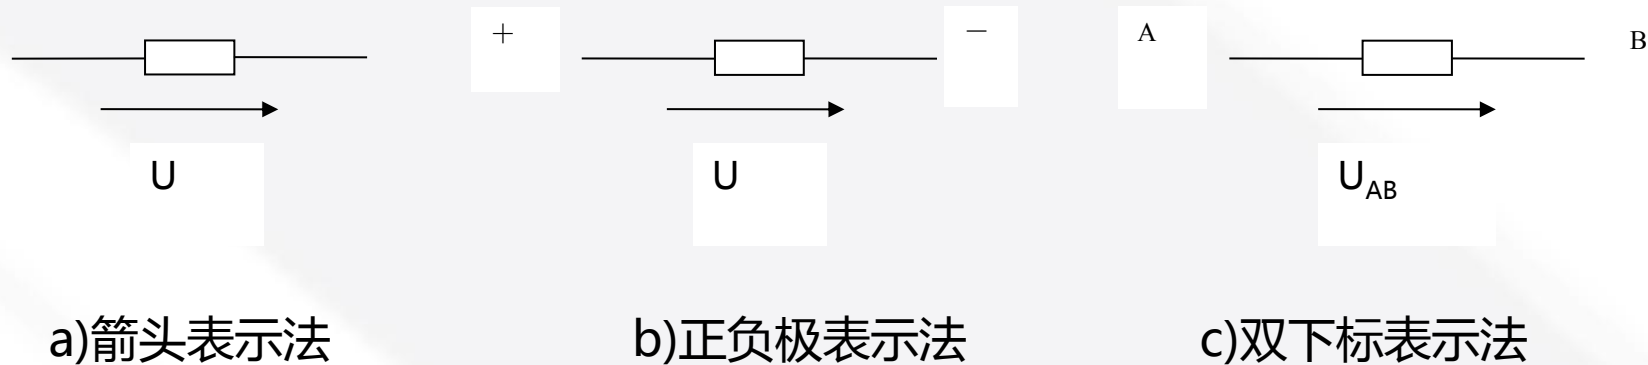

图1-4 电压参考方向与实际方向
- ③ 电压的方向规定为由高电位点指向低电位点。因此，电源电压  $U$  的方向为电源的正极指向负极，与电源电动势  $E$  的方向相反，如图1-4 所示。
- 与电流类似，在无法确定电压的实际方向时，通常先选定一个方向作为电压的参考方向。若电压的实际方向与参考方向相同，则电压  $U$  为正值 ( $U > 0$ )；若电压的实际方向与参考方向相反 则电压  $U$  为负值 ( $U < 0$ )，如图1-4 所示。